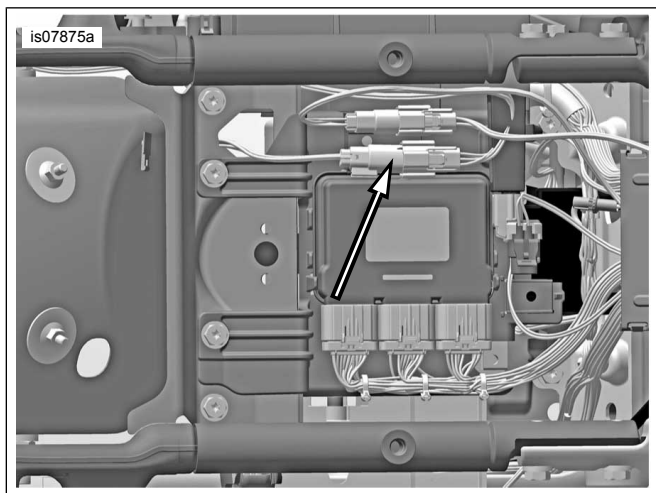

Abbildung 4. Separater Steckverbinder für hintere Beleuchtung [7].
18. **Modelle von 2010-2013:** Den Stecker des Kabelbaums für den geschwungenen Kennzeichenrahmen an den mit einer Kappe versehenen vierpoligen Deutsch-P&A-Nebenverbrauchersteckverbinder [4] anschließen. Der Steckverbinder befindet sich vor dem Steuergerät unter dem Sitz. Wird der Nebenverbrauchersteckverbinder bereits verwendet, ist ein doppelter Nebenverbraucherkabelbaum (Teile-Nr. 70264-94A) bei einem Harley-Davidson Händler erhältlich. **Modelle ab 2014:** Den Verzweigungskabelbaum (11) für die Kennzeichenleuchte aus dem Satz bereitlegen.
- a. Siehe Abbildung 4 >. Den schwarzen sechspoligen Molex-Steckverbinder [7] für die hintere Beleuchtung auf der Elektriktafel des Steuergeräts trennen.